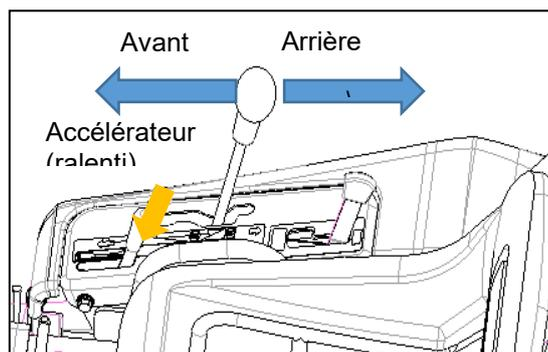

Figure 15
- Actionnez alternativement le levier de commande de vitesse à mi-course vers l'AVANT et l'ARRIÈRE pendant 10 secondes, puis replacez le en position neutre **(Figure 15)**. ***Répéter cette opération cinq fois.**